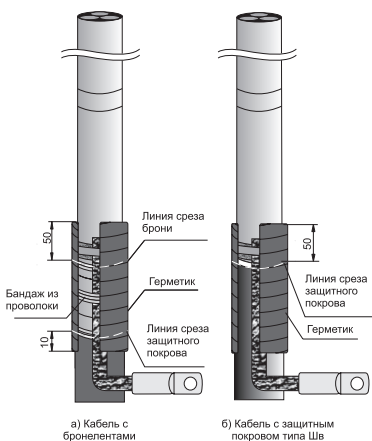

Рисунок 6
4.13 Обезжирить ступень брони и оболочки с проводом заземления и обмотать лентой герметика. Намотку начинать, отступив 50 мм от среза брони (защитного покрова в случае кабеля с защитными покровами типа Шв) в сторону конца кабеля. Намотку выполнить с заходом на 10 мм на защитный покров кабеля. Наматывать герметик с 20 %-ным перекрытием и небольшим вытягиванием. Разделительную бумагу герметика следует удалять по мере наматки (рисунок 6).